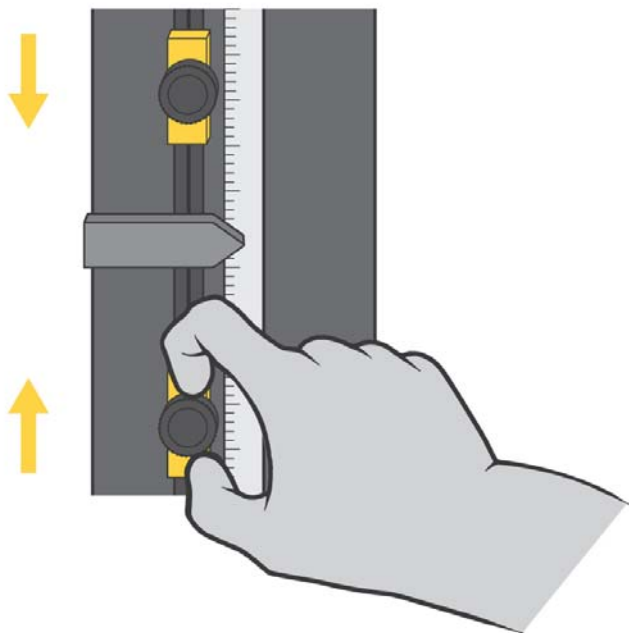

Figura 29. Impostazione degli arresti di fine corsa
Gli arresti di fine corsa della traversa sono due blocchi regolabili montati su un'asta degli interruttori di fine corsa che si trova all'interno della colonna della macchina, come mostrato nella Figura 29 a pagina 122. Gli arresti di fine corsa (1 e 2) hanno viti a testa zigrinata che è possibile serrare e rilasciare a mano e che possono essere spostate in qualsiasi posizione sull'asta del fine corsa. Posizionare questi arresti appena oltre i parametri della prova per impedire che la traversa si sposti eccessivamente. Quando la traversa raggiunge la corsa massima preimpostata, l'attuatore del fine corsa (3) viene a contatto con uno di questi arresti. Il contatto tra l'attuatore del limite e il fine corsa sposta l'asta del fine corsa (4) e attiva gli interruttori di limite. In questo modo viene interrotto lo spostamento della traversa.